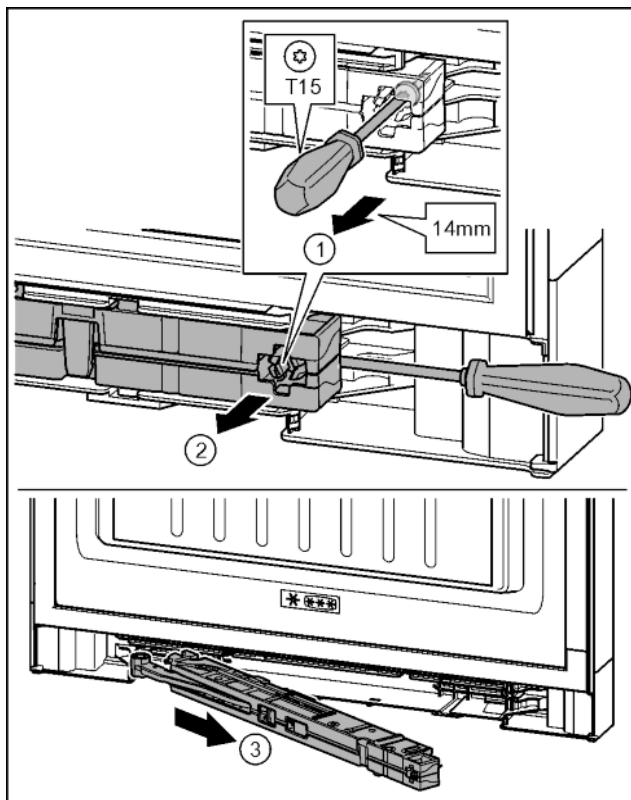

Fig. 20
- Atskrūvējiet durvju amortizatora mezgla skrūvi ar skrūvgriezi T15 apm. 14 mm. Fig. 20 (1)
- Ievietojiet skrūvgriezi no roktura puses aiz durvju amortizatora mezgla. Mezglu pagrieziet uz priekšu. Fig. 20 (2)
- Izvelciet mezglu. Fig. 20 (3)